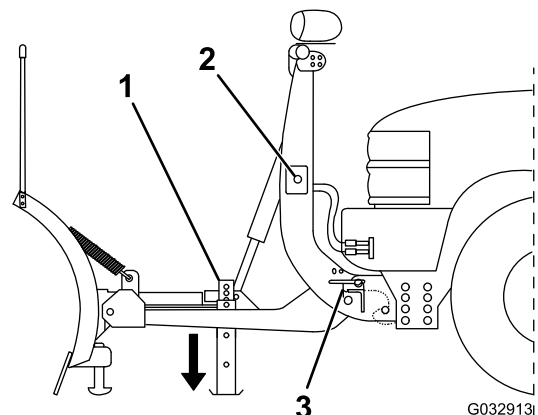

Bild 36
- 3. Ziehen Sie den Federstift des Ständers nach außen und senken Sie den Ständer ab; lassen Sie den Federstift dann los, um den Ständer zu arretieren (Bild 36).